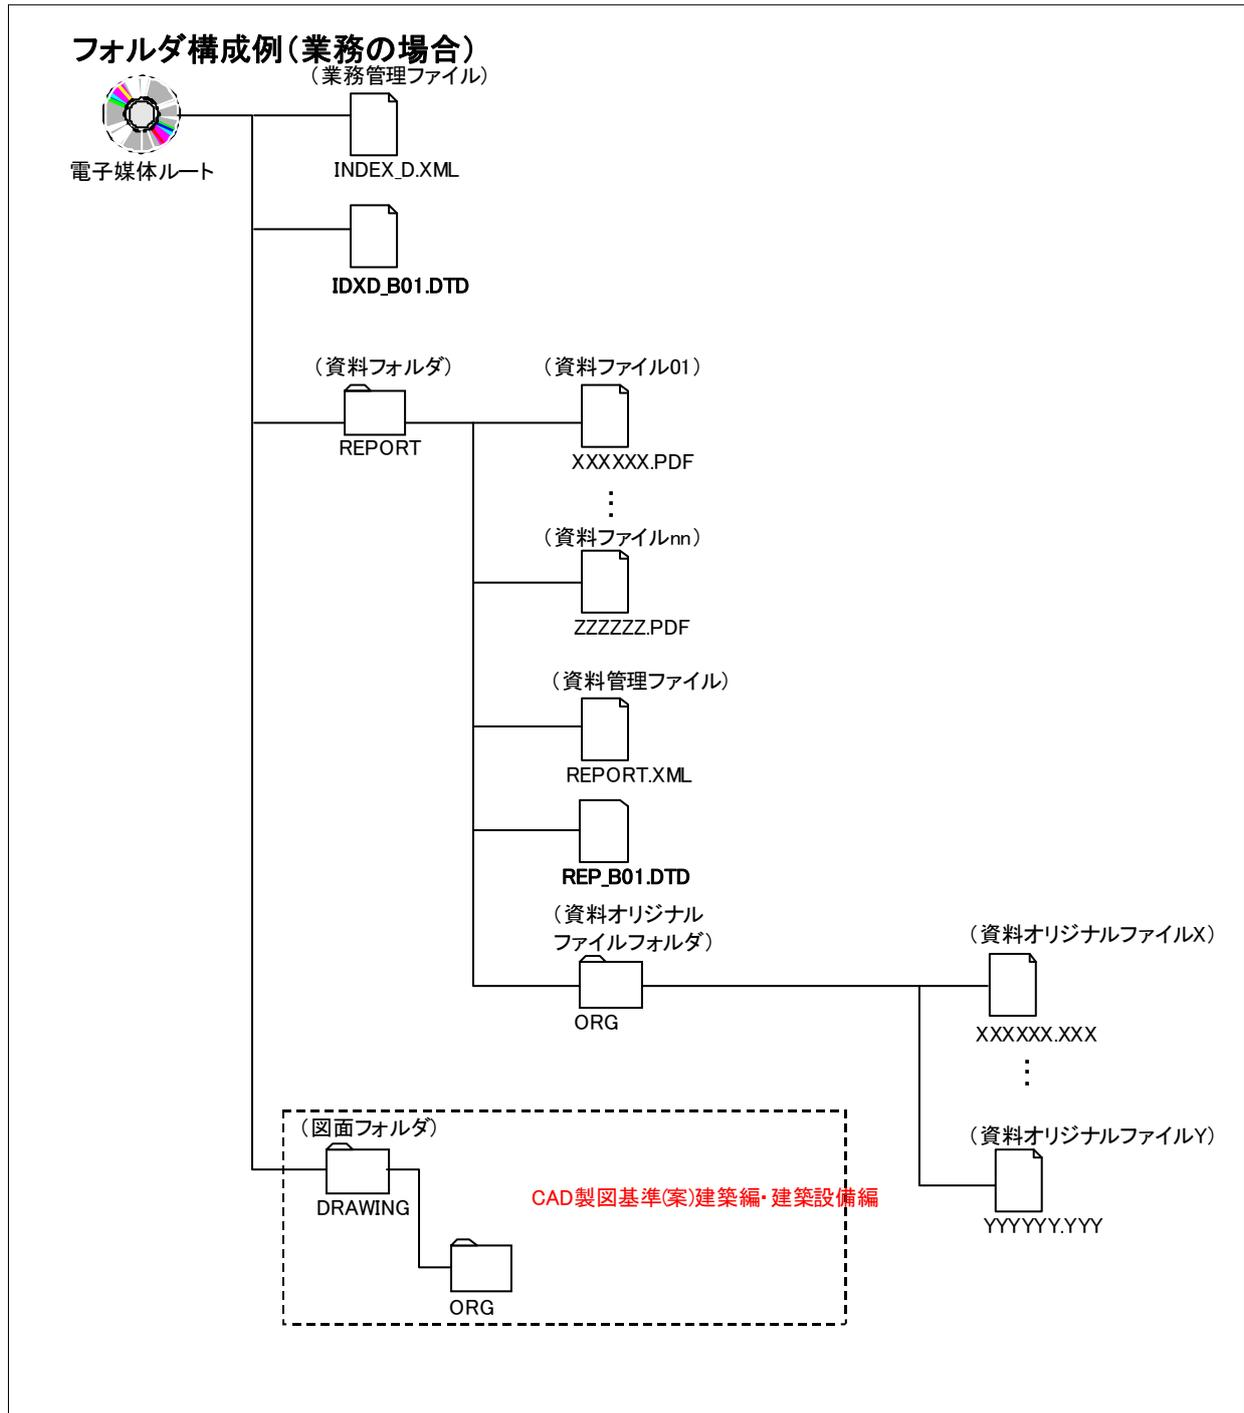

図 7-2 電子媒体に格納する電子成果品のフォルダ構成の例
要領・基準類に従い、各電子成果品を指定のフォルダに格納して電子媒体（CD-R等）に書き込み、電子納品チェックシステムによるチェック及びウイルスチェックを行い、発注者に提出します。電子成果品のフォルダ構成を図 7-2 に示します。
- 電子成果品イメージ格納フォルダの下（中）に「工事完成図書の電子納品要領（案）」で定められたフォルダ構成を作成します。フォルダ構成を図 7-2 に示します。なお、電子データを格納しないフォルダは作成する必要はありません。